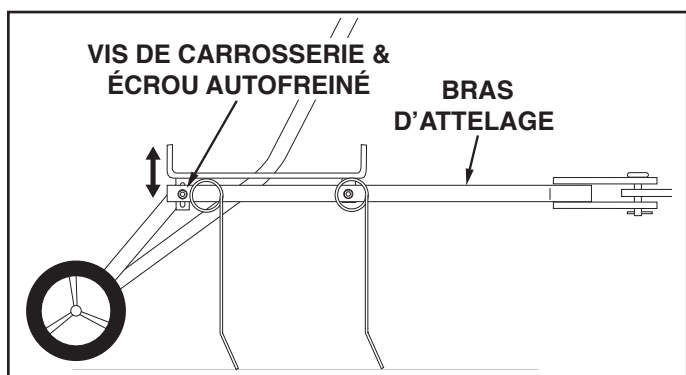

FIGURE 7
- Mettre le véhicule tracteur sur une surface horizontale (plancher de garage ou voie d'accès) et lui atteler la déchaumeuse. Voir la figure 7.
- Abaisser la déchaumeuse en position de fonctionnement à l'aide de la poignée de relevage. Desserrer les deux écrous autofreinés des boulons de carrosserie qui fixent les bras d'attelage à leurs supports à l'arrière du porte-dents. Régler le porte-dents de manière à ce qu'il soit horizontal et que les dents avant et arrière soient en contact avec le sol. Bloquer les écrous desserrés précédemment. Voir la figure 7.